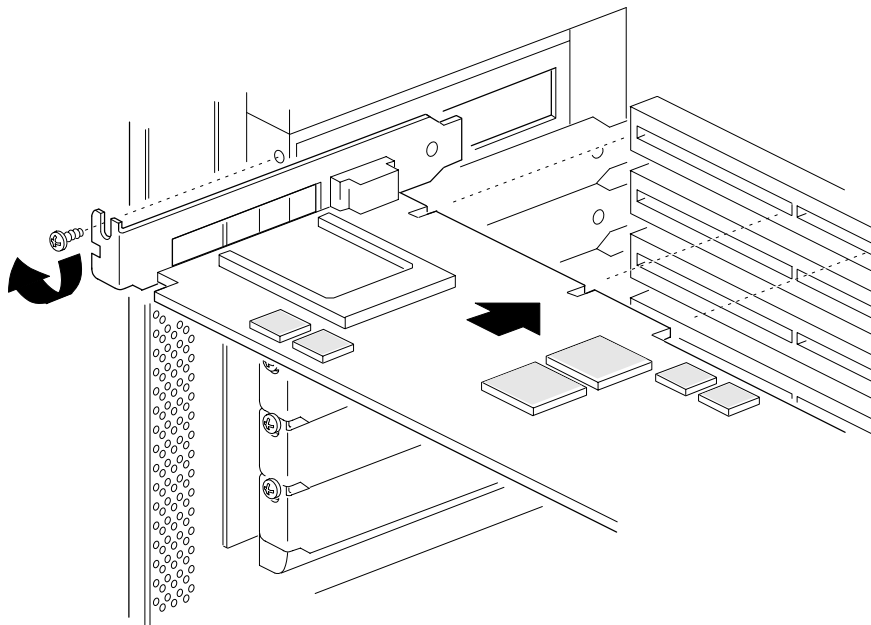

図 1-4. サーバモニタモジュールの装着
6. モジュールのコーナを持ち、マザーボードの拡張スロットにしっかり差し込んでください (図 1-4)。ブラケットの先細りになった脚の部分が、拡張スロット枠の対応スロットにぴったり合うようにしてください。